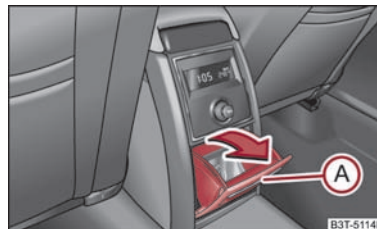

Abb. 115 Mittelkonsole hinten: Ablagefach
- Öffnen Sie das Ablagefach durch Ziehen am Griff (A) ⇒ Abb. 115 in Pfeilrichtung.